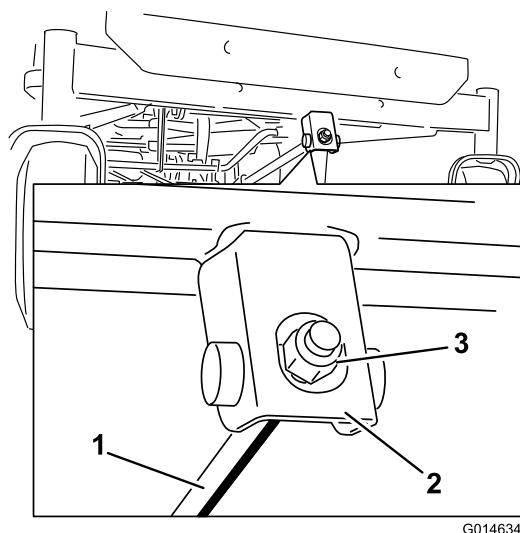

Figura 57
6. Per regolare l'inclinazione longitudinale della lama, ruotate il dado di regolazione nella parte anteriore del tosaerba (Figura 57).